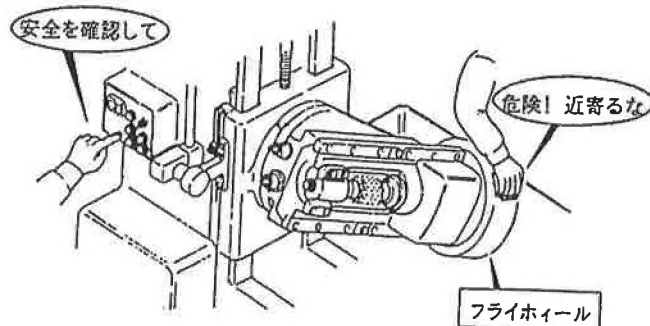

図 2-4 ホブ盤の操作
- (1) ホブ盤の始動は周囲の安全を確認して行う。特にフライホイールへの巻き込みに注意する。（図 2-4）
- (2) 切込み送りハンドルと急速上下送りの操作は、ワークとカッタの位置関係を確認しながら、衝突させないように慎重に行う。